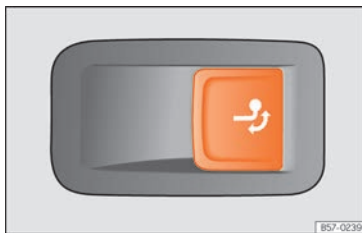

Abb. 215 Im Gepäckraum rechts: Taste zur Entriegelung der Anhängerkupplung.
- Ziehen Sie kurz an der Taste »» **Abb. 215**. Die Anhängerkupplung wird automatisch entriegelt und dreht selbsttätig heraus. Die Kontrollleuchte der Taste blinkt.
- Ziehen Sie kurz an der Taste »» **Abb. 215**. Die Anhängerkupplung wird elektrisch entriegelt.
- Wenn die Kontrollleuchte der Taste »» **Abb. 215** → *blinkt*, ist die Anhängerkupplung noch nicht vollständig eingerastet oder beschädigt »» ⚠.
- Wenn die Kontrollleuchte bei geöffneter Heckklappe »» **Abb. 215** → *dauerhaft leuchtet*, ist die Anhängerkupplung vollständig eingerastet, sowohl in eingezogener als auch in herausgeschwenkter Stellung.
• Drücken Sie keinesfalls die Taste »» **Abb. 215**, wenn ein Anhänger oder ein Gepäckträger oder anderes Zubehör auf der Anhängerkupplung eingehängt ist.